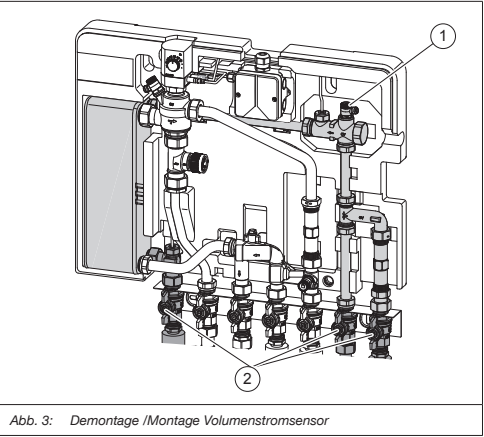

Abb. 3: Demontage /Montage Volumenstromsensor
Schließen Sie die markierten 3 Kugelhähne (siehe Abb. 3 (2)) der Kugelhahnanschlussteile.
Öffnen Sie das Entlüftungsventil (siehe Abb. 3 (1)) am Volumenstromsensor, um die Leitung drucklos zu machen.